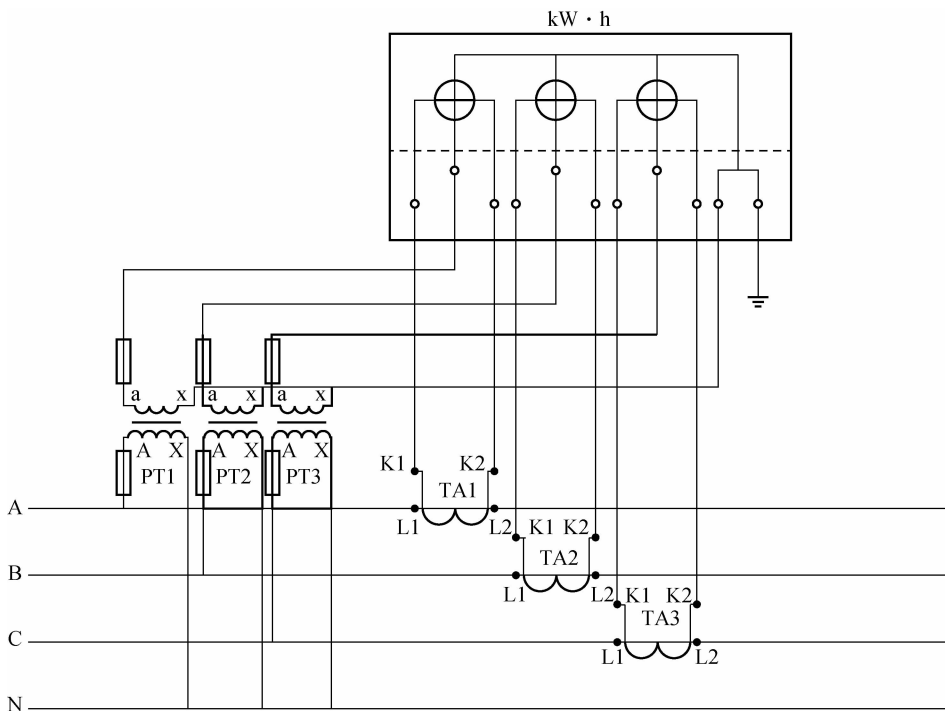

图 2-22 三元件三相四线制有功电能表经互感器接入三相电路时的接线图
(3) 电能表加装互感器的接线。三元件三相四线制有功电能表经互感器接入三相电路时的接线图如图 2-22 所示。